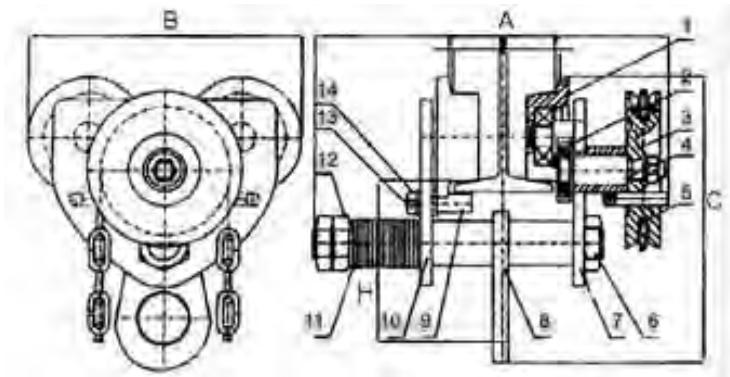

Рисунок 1. Габаритные размеры тележки приводная для тали тип В.
Тележка с приводом (см. рисунок. 1) состоит из левой пластины (10), правой пластины (7), подвесного штифта (6), подвесной пластины (8), ручного колеса (3), вала (4) и т.п.
• При монтаже тележки количество регулировочных шайб с внутренней и внешней стороны пластины должно быть одинаковым. С целью правильной установки внешнего зазора F между колесным фланцем и двутавровой балкой количество регулировочных шайб с внутренней стороны пластины в случае необходимости может быть увеличено или уменьшено на единицу (см. рисунок 1).
• После монтажа тележки на двутавровой балке, подтяните гайки (12) на подвесном штифте (6) и проверьте работоспособность тележки при малой нагрузке. При хорошем контакте колес с двутавровой балкой затяните стопорные гайки. При затяжке гаек соблюдайте осторожность.
• После монтажа тележки с приводом на двутавровой балке (см. рисунок 1) необходимо выставить зазор F между вращающейся втулкой (9) и основанием двутавровой балки, для чего ослабьте гайку (14) и передвигайте ось (13) до установления требуемого согласно спецификации значения, после чего затяните гайку (14).